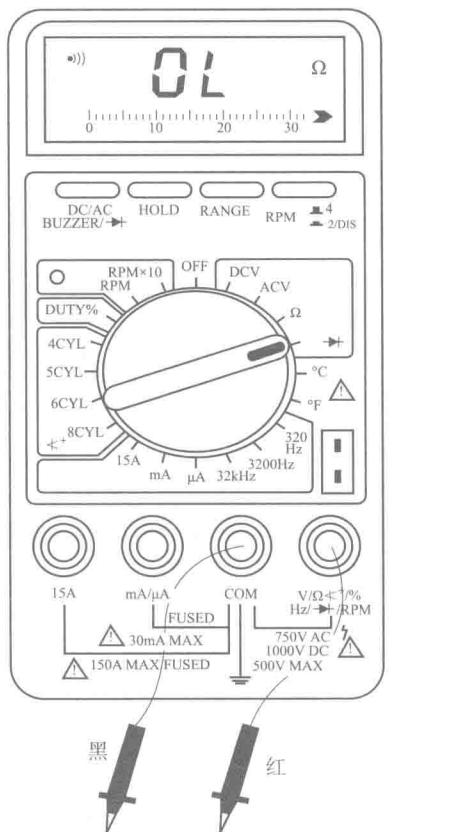

图 1-3 汽车数字万用表电压、电阻测量
1) 将万用表的测试导线按照图 1-3 所示，接入万用表的相应的测试插孔，黑色导线接入接地插孔。
1) 将万用表的功能测试导线按照图 1-3 所示接入万用表的测试插孔，黑色导线接入接地插孔，红色导线接入电压/电阻等信号拾取插孔。
1) 将万用表的测试导线按照图 1-3 所示接入万用表相应的测试插孔，黑色导线接入接地插孔，红色导线接入电压/电阻等信号拾取插孔。
1) 将万用表测试导线按照图 1-3 所示接入万用表相应的测试插孔。